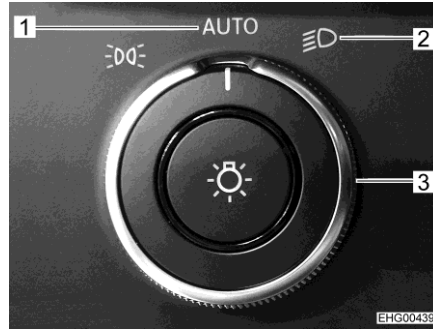

Fig. 12 Interruttore luci
- Portare l'interruttore rotante delle luci Mercedes (Fig. 12,3) in posizione "AUTO" (Fig. 12,1) oppure in posizione anabbaglianti (Fig. 12,2).